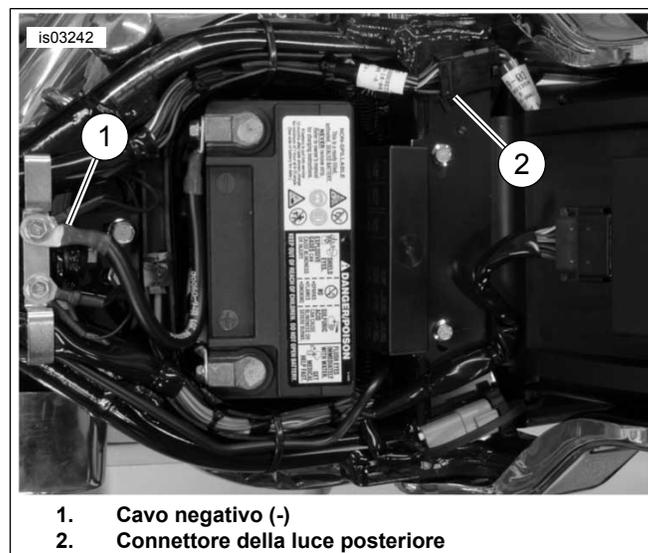

Figura 1. Cavo negativo della batteria e connettore della luce posteriore
2. Vedere Figura 1. Staccare i cavi della batteria, partendo dal cavo negativo (-).